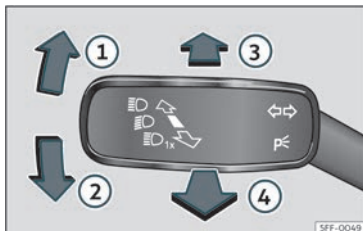

Fig. 95 Panca de intermitentes e de luz de estrada (dependendo da versión).
- Dende a posición de base, prema cara adiante a panca dos intermitentes e da luz da estrada»» **fig. 95** . Cando se amose o indicador  na pantalla do cadro de instrumentos, o asistente da luz de estrada estará conectado.
• **OU BEN:** coa luz de estrada conectada, puxe cara atrás da panca dos intermitentes e luz de estrada»» **fig. 95** .